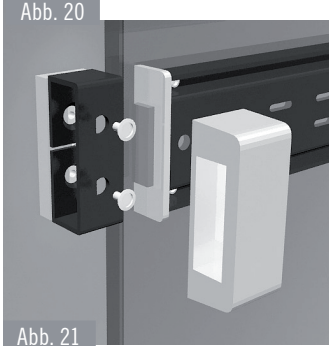

Abb. 21
montieren, um eine Kollision zwischen Schlosskörper und Schließkasten zu vermeiden (Abb. 21)
- **Achten Sie auf kollisionsfreien Ausschluss der Riegel und auf kollisionsfreies Öffnen der Tür auf der Bänderseite (Abb. 21, 22)**
- Abdeckkappen auf die Schließkästen aufdrücken (Abb. 21)